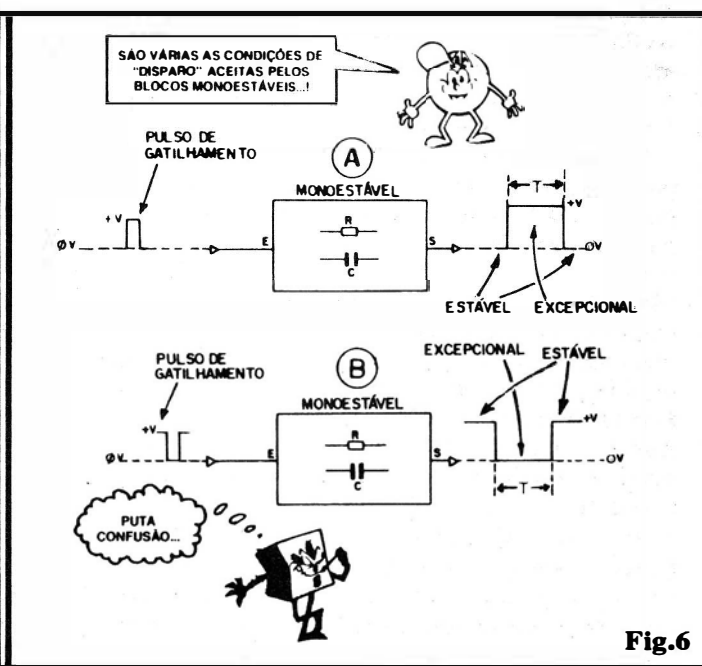

Fig.6
- FIG. 6-A - Outra configuração de polaridades e estados, mas que também determina uma nítida função MONOESTÁVEL... Agora a condição estável da Saída "S" é "baixa" (apenas fica "alta" durante a Temporização, e o disparo ou gatilhamento deve ser feito por um pulso positivo...
- FIG. 6-B - Outro conjunto possível de polaridades ou estados, também configurando funcionamento MONOESTÁVEL... A condição estável da Saída "S" agora é "alta", ficando "baixa" apenas no decorrer do período de